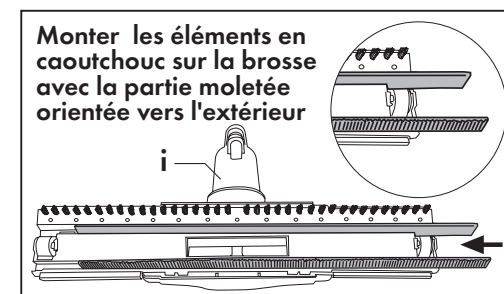

Fig. 7
- les éléments en caoutchouc sont indiqués pour le nettoyage des surfaces dures et permettent de ramasser la vapeur d'une manière optimale, ils doivent donc être montés sur la brosse avec la partie moletée orientée vers l'extérieur (i). Fig. 7